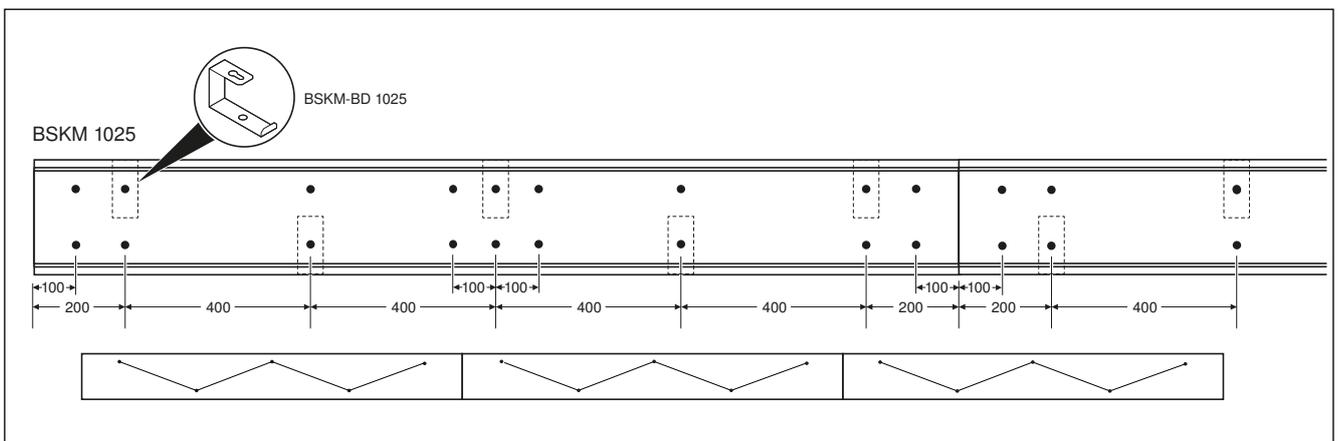
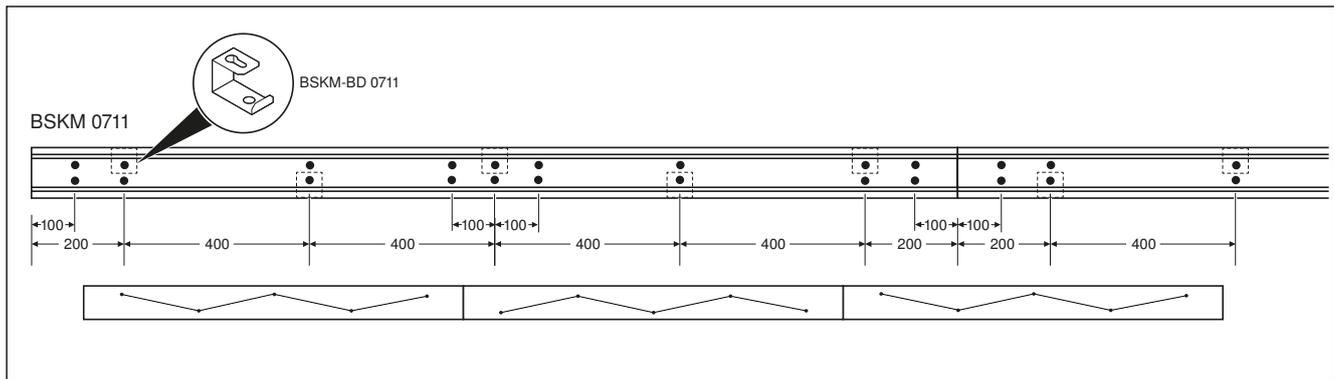

Abb. 18: Lochbild für Deckenmontage, BSKM 1025
Abb. 19: Lochbild für Deckenmontage, BSKM 0711
Hinweis! *Die Beschichtung muss an den Lochungen, die für die Montage gebraucht werden, mit einem spitzen Gegenstand durchstochen werden. Es muss auf eine diagonale Anordnung der Befestigungspunkte geachtet werden, wie in Abb. 18 und Abb. 19 dargestellt (gilt nicht für BSKM 0407).*
- Innen liegende Beschichtung an den notwendigen Lochungen mit spitzem Gegenstand durchstechen. Lochbilder wie in Abb. 18, 19 oder 20 beachten. Die Löcher müssen versetzt angebracht werden.